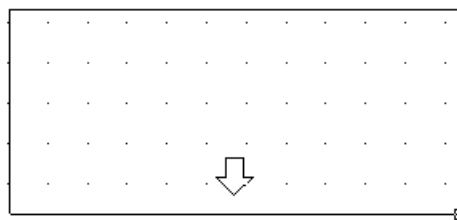

Рис. 32
- Растягивайте рамку слева направо сверху вниз (рис. 32).